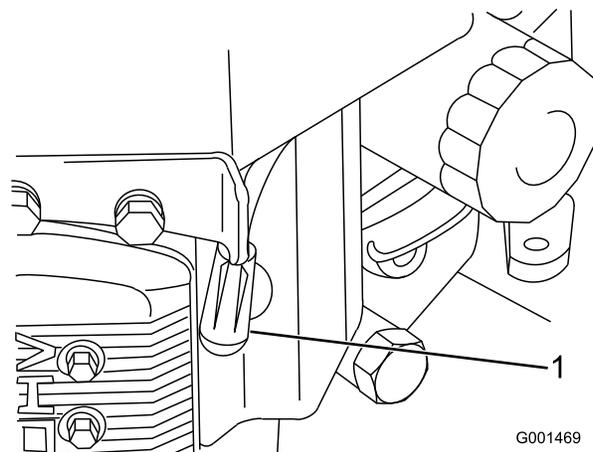

Figura 29
3. Scollegate i cappellotti dalle candele (Figura 29).